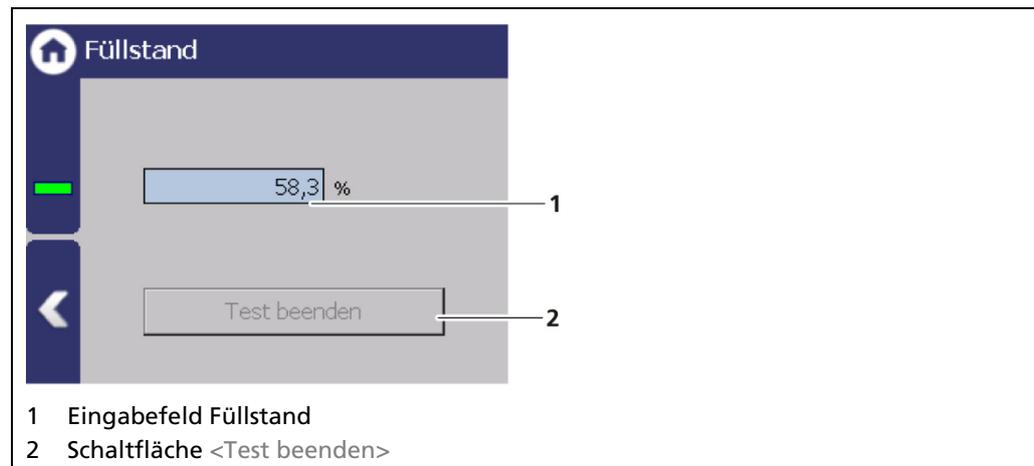

Abb. 130 Simulation Füllstand
1. Klicken Sie auf das Eingabefeld (Abb. 130, Pos.1) und geben Sie Zählrate für die Simulation ein.
3. Klicken Sie auf die Schaltfläche <Test beenden> (Abb. 130, Pos.2), um die Simulation zu stoppen.